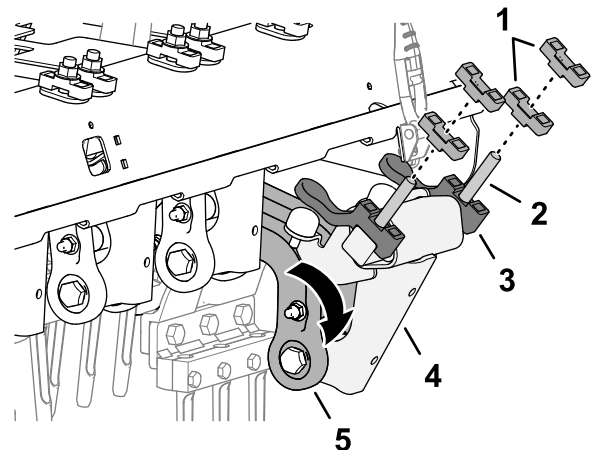

Bild 122
3. Drehen Sie das Dämpfergelenk und die Dämpferwelle nach unten (Bild 122).